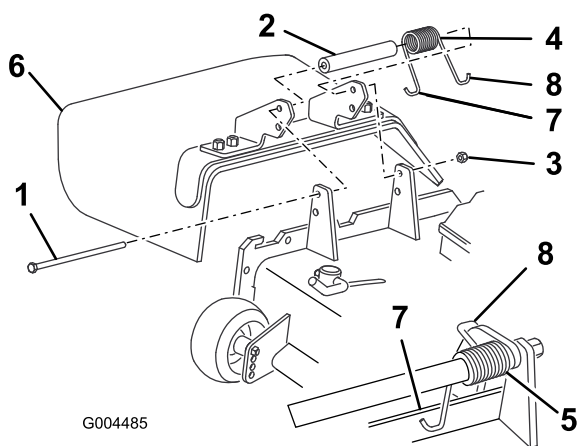

Figura 79
2. Togliete il dado di bloccaggio, il bullone, la molla e il distanziale che fissano il deflettore alle staffe orientabili del tosaerba (Figura 79). Togliete il deflettore di sfalcio se è danneggiato o consumato.
- Inserite un distanziale e la molla tra le nuove staffe del deflettore di sfalcio (Figura 79). Collocate l'estremità sinistra a J della molla dietro il bordo del piatto di taglio.
Nota: Prima di montare il bullone, come riportato nella Figura 79, verificate che l'estremità sinistra a J della molla sia inserita dietro il bordo del piatto di taglio.
- Montate il bullone e il dado. Infilate l'estremità a gancio della molla attorno al deflettore di sfalcio (Figura 79).